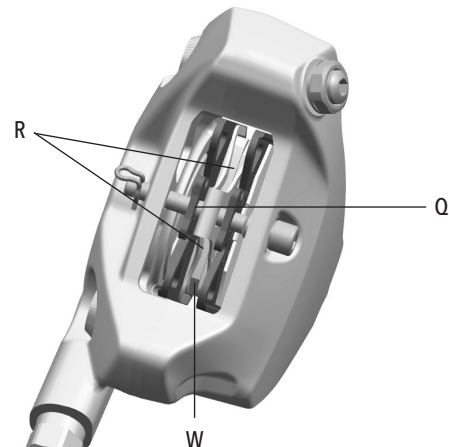

図7
前後のパッド共に、パッド摩耗インジケーター (W) が存在し、パッドがメタル・サポート (Q) に対して、ピストンに接触しながら正し位置にあることを、そしてパッドのフリクション・エリア (R) がローターに接触していることを確認します (図7)。そうでない場合は、資格のあるメカニック、またはカンパニョーロ プロ・ショップに相談してください (\*2章 - 技術情報とテクニカル・サポート” をご参照ください)。
ウエットで、泥、砂、埃の多い状況下で使用すると、ブレーキ・パッドの寿命は極端に短くなり、きれいなアスファルト道路で使用する場合より早期に摩耗します。そのため、摩耗インジケーター (W - 図7) がパッド上に見えていることを、頻繁に確認することが非常に重要です。摩耗インジケーターが見えなくなった場合は、メカニックに依頼し、パッドを交換してください。